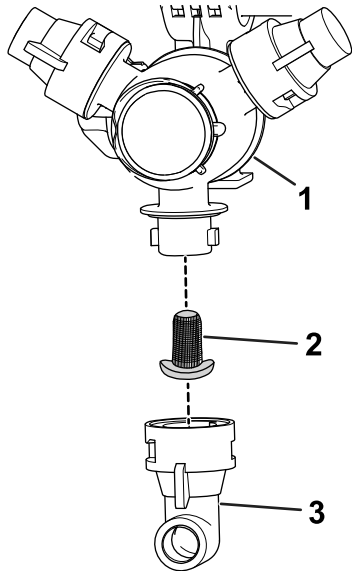

Figura 30
2. Retire la boquilla de la torreta de fumigación (Figura 30).
3. Retire el filtro de la boquilla (Figura 30).
5. Instale el filtro de la boquilla (Figura 30).
6. Instale la boquilla en la torreta de fumigación (Figura 30).